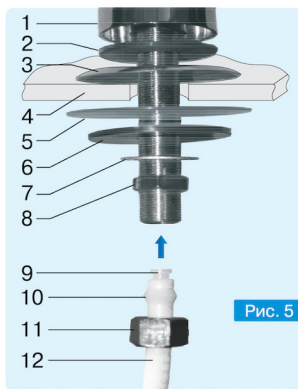

Рис. 5
- 3 - подключение к крану очищенной воды (подробнее - см. рис. 5).
6.10. В месте установки крана очищенной воды просверлите в мойке 4 отверстие диаметром 12 мм (см. рис. 5).